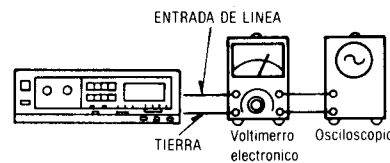

Fig. 2
1. Efectuar las conexiones como muestra la Fig.2.
1. La conexión del equipo de prueba se muestra en la Fig. 2.